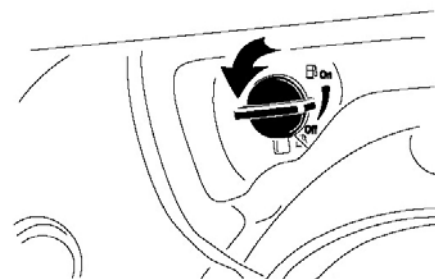

Рисунок 18.
2. Поверните краник подачи топлива на 1/4 против часовой стрелки, чтобы открыть его (Рис. 18).